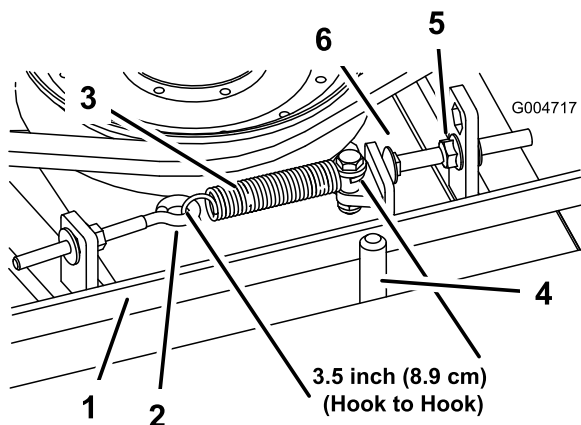

Figura 101
Quando la tensione è corretta, la misura interna della molla di prolunga (da gancio a gancio) deve essere circa 8,3 cm - 9,5 cm. Quando la tensione della molla è giusta, regolate il bullone di arresto (bullone a testa tonda) fino ad ottenere un gioco di 2 - 5 mm tra la testa del bullone ed il braccio di rinvio (Figura 101).
Nota: Verificate che la cinghia si trovi dal lato molla del guidacinghia (Figura 101).
- Allentate il bullone ad occhio per consentire la rimozione della molla di prolunga (Figura 101).
- Allentate il dado flangiato che fissa il bullone di arresto all'aletta di montaggio e spostate la puleggia tendicinghia dalla cinghia per rilasciare la tensione (Figura 101).
- Collegate la molla di prolunga (Figura 101) al bullone ad occhio e tendete la cinghia come segue: